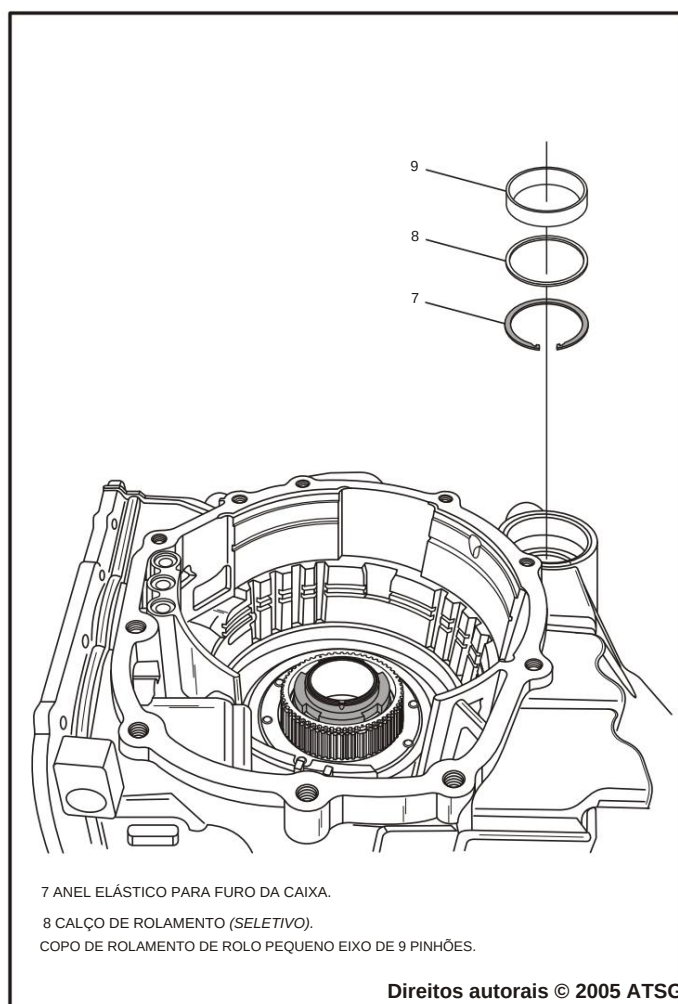

Figura 72
4. Se o anel elástico da caixa tiver sido removido, reinstale o anel elástico na caixa, conforme mostrado na Figura 72.
5. Se for necessária manutenção no rolamento, instale uma nova capa de rolamento pequena na caixa, conforme mostrado na Figura 72, usando o espaçador seletivo original.